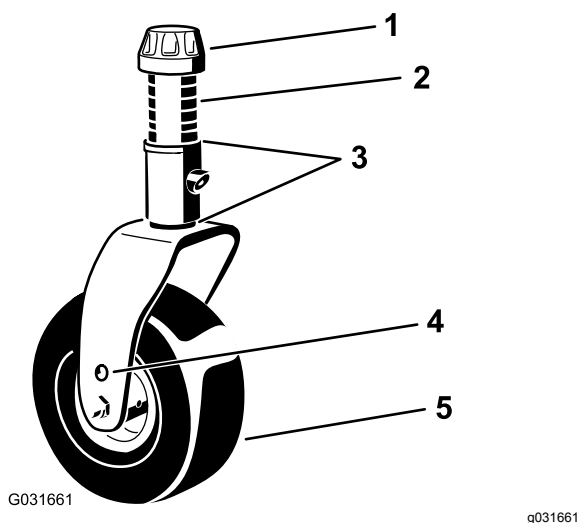
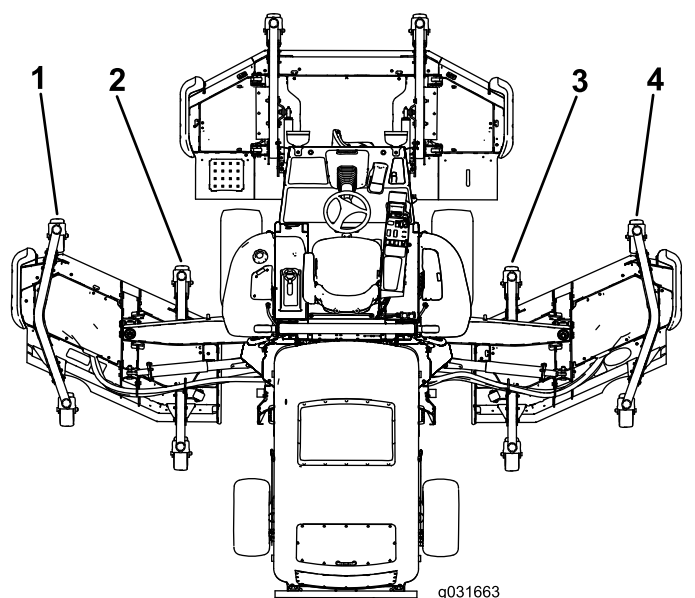

Figura 28
Figura 29
5. Se extremidade interior da unidade de corte lateral estiver demasiado levantada em relação à ponta exterior da unidade de corte frontal, retire 1 calço do fundo do braço da roda giratória dianteira interior na unidade de corte lateral (Figura 28 e Figura 29).
- Se a extremidade interior continuar demasiado alta, retire mais um calço do fundo do braço da roda giratória interior dianteira da unidade de corte lateral e um calço do braço exterior da roda giratória dianteira da unidade de corte lateral (Figura 28 e Figura 29).
adicione 1 calço (1/8 pol.) ao fundo do braço da roda giratória dianteira interior na unidade de corte lateral (Figura 28 e Figura 29).